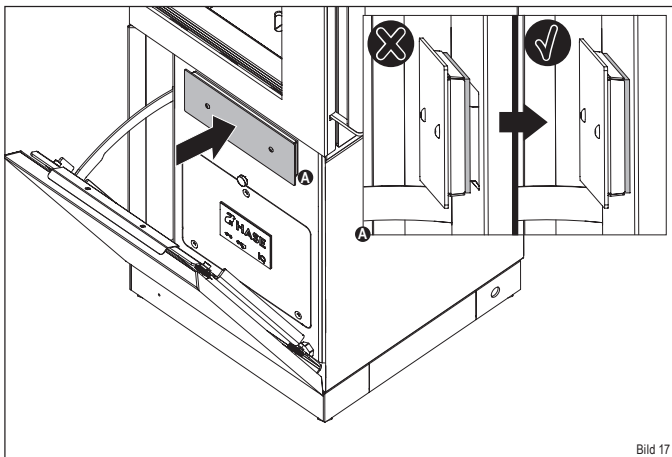

Bild 17
Achten Sie beim Einschieben des Aschebehälters darauf, dass dieser bündig mit der Dichtung anliegt (Bild 17). So wird sichergestellt, dass der Abbrandprozess nicht durch Falschluff gestört wird.
- ✓ Schieben Sie den Aschebehälter wieder in die Öffnung, so dass dieser bündig mit der Dichtung anliegt (Bild 17).
- ▶ **Schieben Sie den Aschebehälter wieder in die Öffnung (Bild 17).**